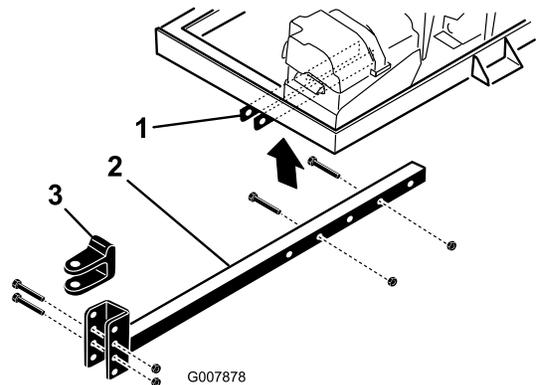

Bild 4
2. Stecken Sie das Anbauvorrichtungsrohr in die Rahmenhalterungen (Bild 4).